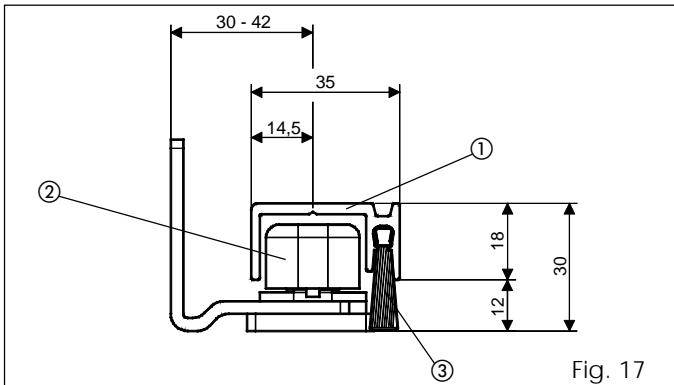

Fig. 17
- Asembleer de glij schoenen volgens de maten van fig. 17 en 19.